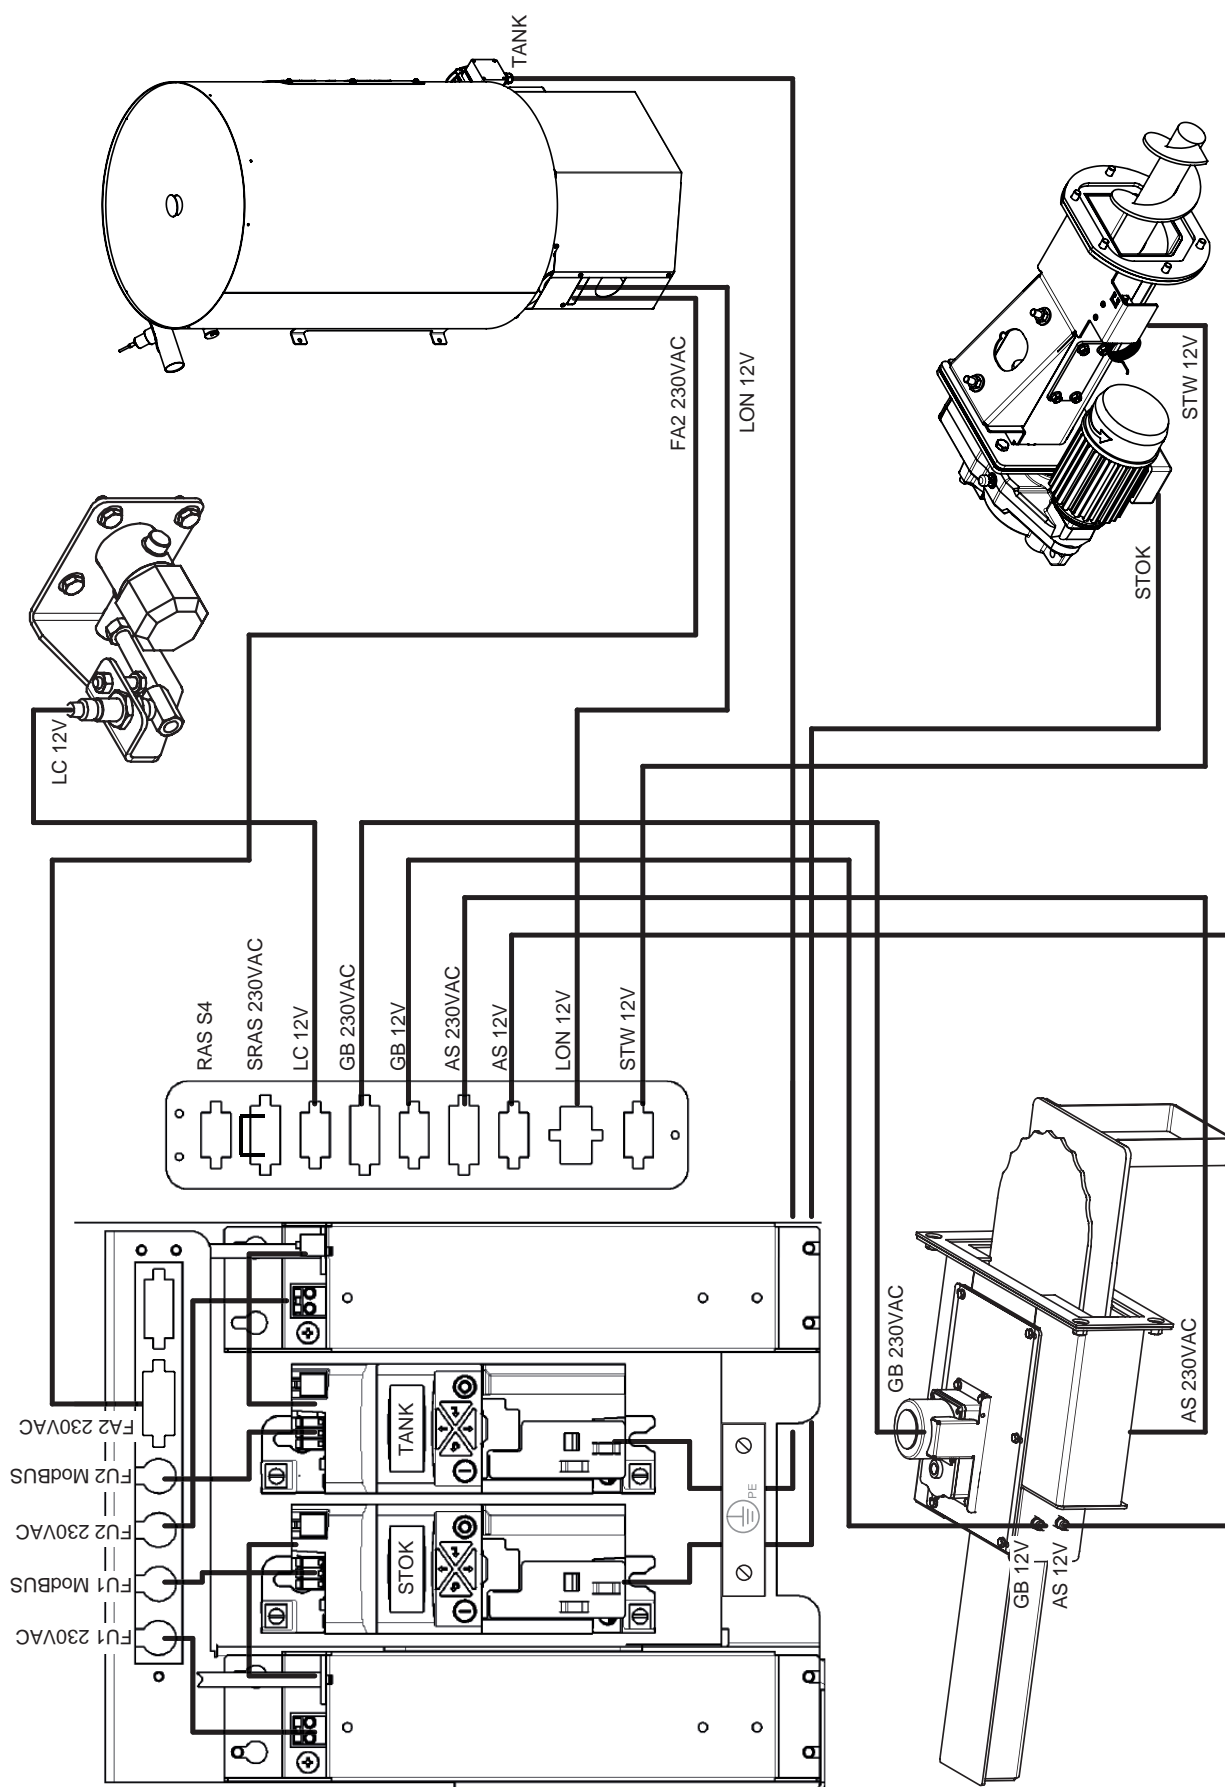

Fig. 152
- ▶ Collegare entrambi i cavi FA 2 230 VAC e LON 12 V del quadro di comando 5 sulla consolle di collegamento della caldaia – Fig. 152.